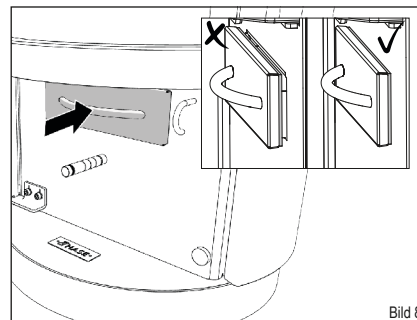

Bild 8
- ✓ Schieben Sie den Aschebehälter wieder in die Öffnung, so dass dieser bündig mit der Dichtung anliegt (Bild 8).